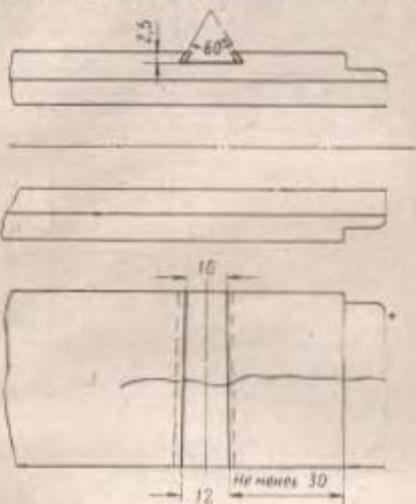
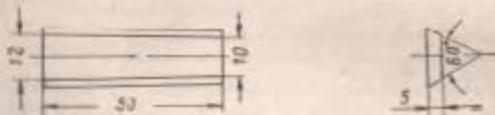
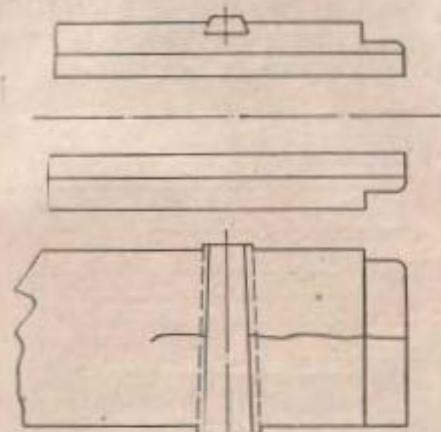
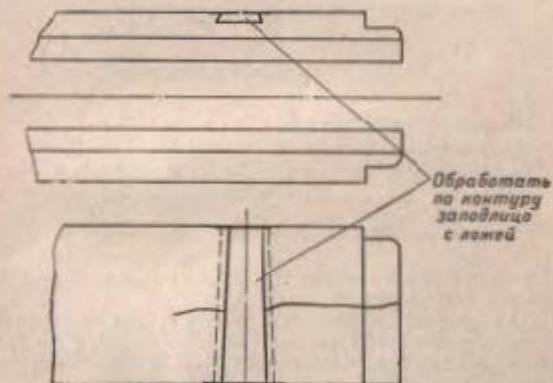

Рис. 49. Разделка паза для вклейки
Рис. 50. Заготовка вклейки
Рис. 51. Постановка вклейки
Рис. 52. Обработка вклейки
(1) При наличии продольной трещины щек ложи длиной до 50 мм разделать паз для вклейки (рис. 49), изготовить вклейку (рис. 50), поставить ее на клею в паз (рис. 51) и обработать (рис. 52).